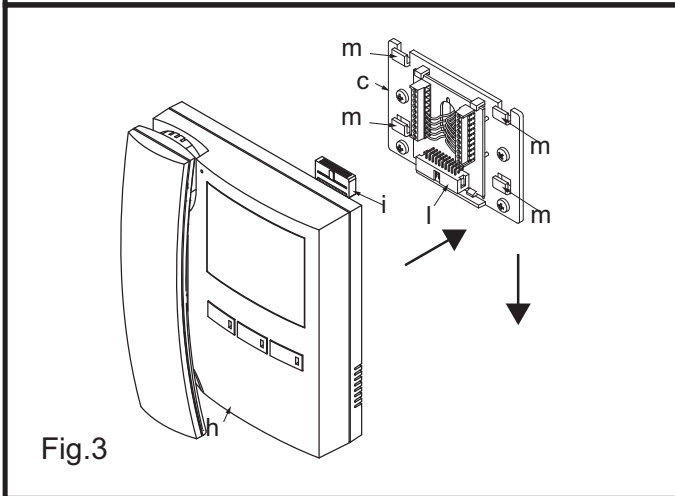

Fig.3
- inserire il connettore "i" del cavo flat che fuoriesce dal retro del videocitofono nel connettore "l" della scheda di connessione (Fig.3), avvicinare il videocitofono alla piastra di fissaggio facendo corrispondere le aperture "n" (Fig.4) ai ganci "m" (Fig.3) quindi spingere il videocitofono verso il basso fino all'aggancio come suggerito dalle frecce in figura 3.
- Once the wires are connected, hook the videophone "h" to the Mounting plate "c" as shown in Fig. 3.
- Place the videophone "h" against the 4 hooks "m" on the mounting plate "c" (in line with the 4 openings "n" on the rear side of the videophone Fig. 4) and push down as suggested by the pointers in Fig. 3, the videophone will lock into place;